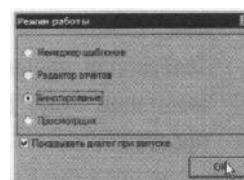

Рисунок 97
18. Выполните команду **Пуск - Программы - АСКОН - ВЕРТИКАЛЬ - Менеджер отчетов**. для установите галочку Аннотирование (рис. 97) и кнопку ОК.
19. В открывшемся окне запуска модуля установите галочку в ячейке **Аннотирование** (рис. 97) и нажмите кнопку **ОК**.